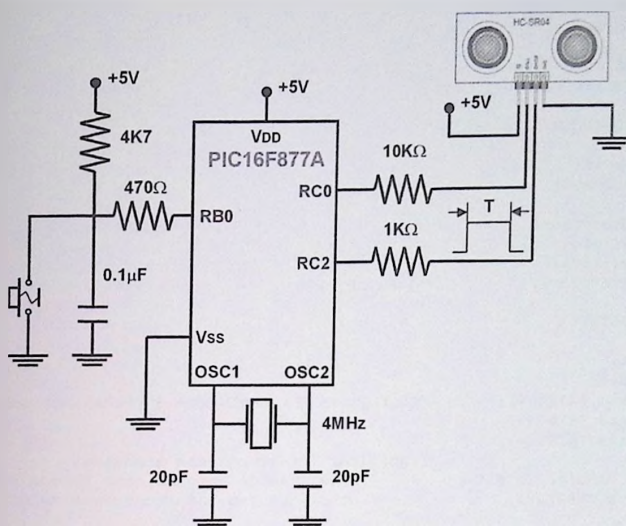

FIGURA 4.10: CONEXIONES DEL SENSOR DE ULTRASONIDOS HC-SR04 CON EL MICROCONTROLADOR PARA EL EJERCICIO 4.1.3.
a) Para el funcionamiento del microcontrolador es necesario conectar correctamente las entradas V_{DD} y V_{SS} a +5 V y 0 V respectivamente. Además, como el PIC16F877A no cuenta con oscilador interno, será necesario conectar el oscilador (en este caso un oscilador de cristal a 4 MHz) a las entradas OSC1 y OSC2 tal y como aparece en la figura 4.10.